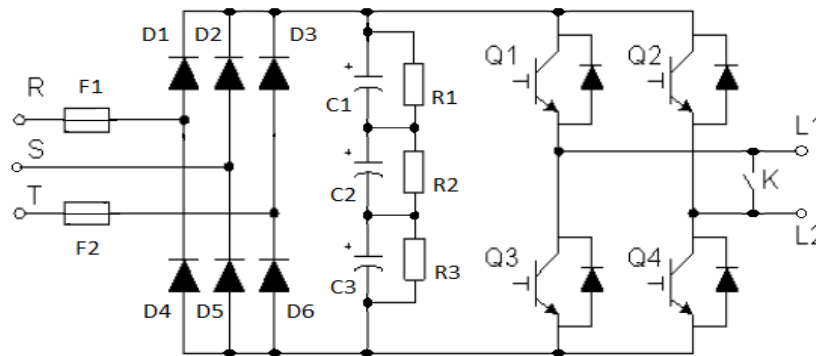

Рис. 6.1 - Схема силовой ячейки с байпасом
Для реализации функции байпаса силовой ячейки каждая силовая ячейка оснащается дополнительной цепью шунтирования (K) на базе контактора (рис. 6.1). Шунтирование проводится без прерывания работы преобразователя частоты, при этом на дисплей панели управления выводится сообщение об активации режима байпасирования силовой ячейки.